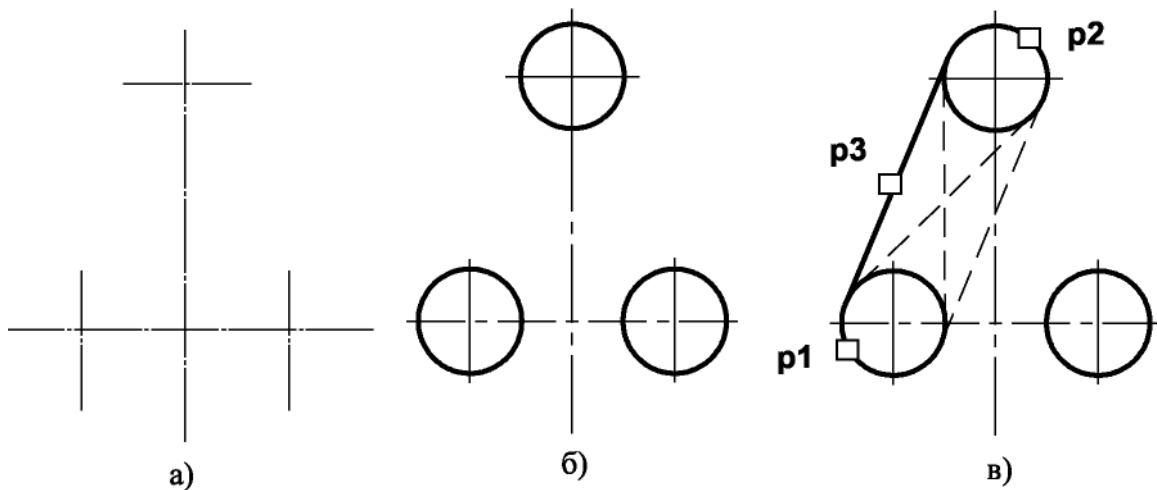

Рис. 2.1. - Построение касательных к двум окружностям
Построение касательных к двум окружностям заданных радиусов представлено на рис. 2.1. Вначале рекомендуется изобразить осевые линии, задающие центры ок- ружностей (см. рис. 2.1а). Далее необходимо изобразить сами окружности, к которым строится касательная прямая (рис. 2.1б).
2. Указать графическим курсором произвольную точку (точка **p1**) на первой окружности, к которой должна быть проведена касательная прямая (рис. 2.1 в).
3. Указать графическим курсором произвольную точку (точка **p2**) на второй окружности, к которой должна быть проведена касательная прямая (рис. 2.1 в).
4. Выбрать курсором нужную касательную на графической зоне и щелкнуть по кнопке  - **Создать объект** панели специального управления (точка **p3**) (рис. 2.1 в).